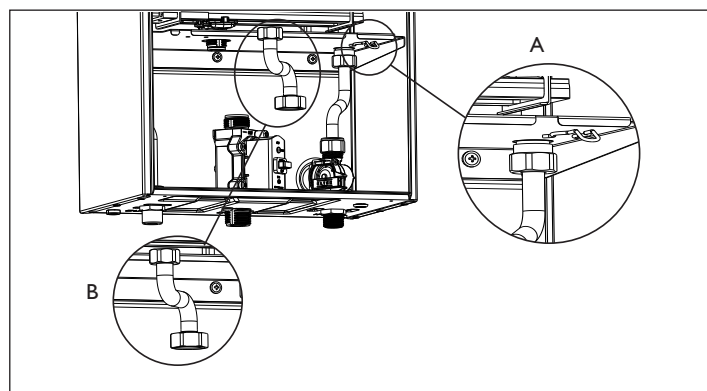

Fig. 14 - Smontaggio componenti
- Sfilare la molletta posizionata sulla rampa acqua fredda (particolare A fig. 14)
- Scollegare la rampa del gas e sfilarla (particolare B fig. 14)